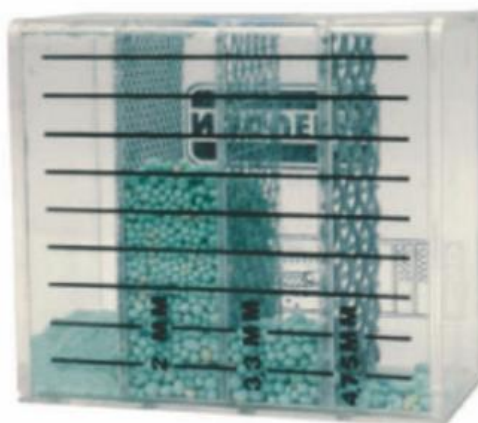

Figura 6.4 – Ex. de medidor da granulometria dos fertilizantes
Determinar a granulometria de um produto é “medir” a relação entre a quantidade de grãos com tamanho diferente. Para poder realizar esta operação deve, em primeiro lugar possuir um medidor (não fornecido com a máquina) idêntico ao da figura seguinte (*Figura 6.4*).
- Encha o compartimento cuja peneira tem a malha mais larga e mantenha os outros compartimentos fechados com a tampa (*Figura 6.4*);